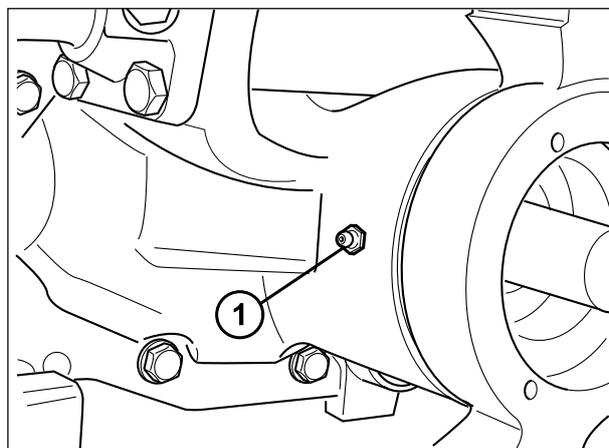

Fig.5-24B - Eixo dianteiro.
- Casquilhos do pino central de oscilação do eixo dianteiro (1, Fig.5-24B)